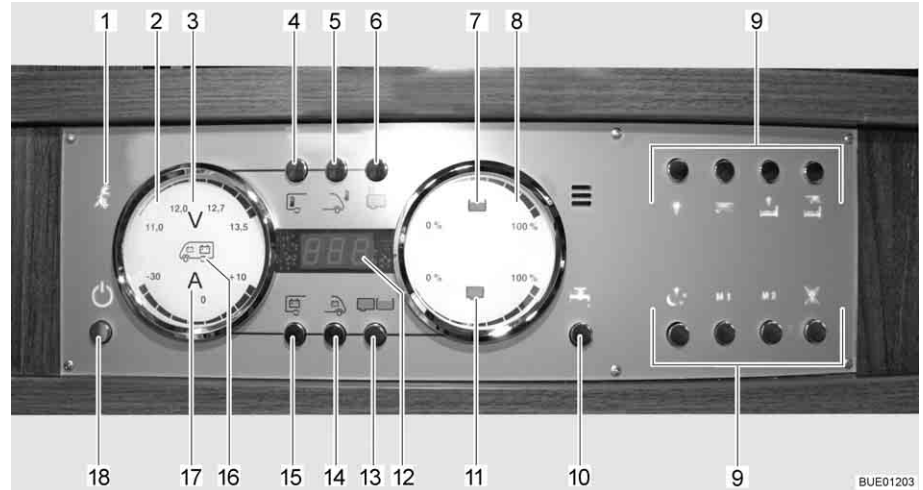

Bild 107 Panel LT 510
Die 230-V-Kontroll-Leuchte (Bild 107, 1) leuchtet, wenn am Eingang des Elektroblocs Netzspannung vorhanden ist.
Der 12-V-Hauptschalter (Bild 107, 18) schaltet das Panel und die 12-V-Versorgung des Wohnraums ein und aus.
- Taste 12-V-Versorgung (Bild 107, 18) kurz drücken. Die 12-V-Versorgung des Wohnraums ist eingeschaltet. Die Kontroll-Anzeige "12 V" leuchtet.
- ▷ Wenn nach dem Einschalten die LED "11,0" der Voltanzeige sowie das Symbol Volt "V" (Bild 107,3) im Anzeigeelement Batterien (Bild 107,2) blinken, dann ist die Spannung der Wohnraumbatterie zu gering. Batterie laden.
- ▷ Wenn nach dem Einschalten die Kontroll-Anzeige "12 V" und das Symbol Volt "V" (Bild 107,3) dreimal blinken, dann ist die Batterietrennung aktiviert. Batterietrennung deaktivieren.
- Taste 12-V-Versorgung (Bild 107,18) kurz drücken. Die 12-V-Versorgung des Wohnraums ist ausgeschaltet. Die Kontroll-Anzeige "12-V-Versorgung" erlischt.
- Taste Wohnraumbatterie (Bild 107,15) drücken und ca. 10 Sekunden lang gedrückt halten. Das Symbol Volt "V" (Bild 107,3) und die Kontroll-Anzeige "12 V" blinken dreimal. Die Wohnraumbatterie ist vom 12-V-Bordnetz getrennt.
- Taste 12-V-Versorgung (Bild 107,18) drücken und ca. 5 Sekunden lang gedrückt halten. Das Symbol Volt "V" (Bild 107,3) und die Kontroll-Anzeige "12 V" blinken dreimal. Die Wohnraumbatterie ist mit dem 12-V-Bordnetz verbunden. Die Kontroll-Anzeige leuchtet nach ca. 5 Sekunden.
- Taste Wohnraumbatterie (Bild 107,15) drücken. Das Symbol Volt "V" (Bild 107,3) leuchtet. Das Symbol Ampere "A" (Bild 107,17) leuchtet je nach Ladung oder Entladung weiß bzw. rot. Die Batteriespannung und der Strom der Wohnraumbatterie werden über die LEDs im Anzeigeelement angezeigt.
- Taste Starterbatterie (Bild 107,14) drücken. Das Symbol Volt "V" (Bild 107,3) leuchtet. Die Batteriespannung der Starterbatterie wird über die LEDs im Anzeigeelement angezeigt.
- Taste Tanks (Bild 107,13) drücken. Die Symbole Wassertank (Bild 107,7) und Abwassertank (Bild 107,11) leuchten. Die Füllstände des Wassertanks (obere Skala) und des Abwassertanks (untere Skala) werden über die LEDs im Anzeigeeinstrument angezeigt.
Das Symbol Wassertank (Bild 107,7) oder das Symbol Abwassertank (Bild 107,11) blinkt, wenn der Wassertank leer oder der Abwassertank voll ist.